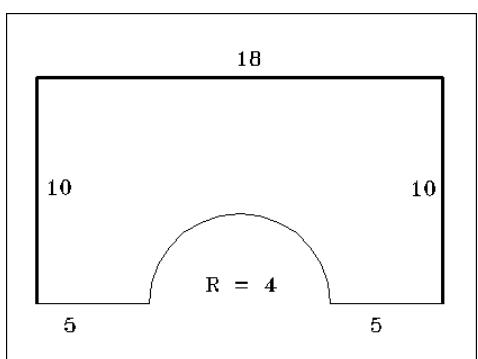

Fig.4.29
- [2] Spécifier le point de départ : par exemple 10,10 (fig.4.29).